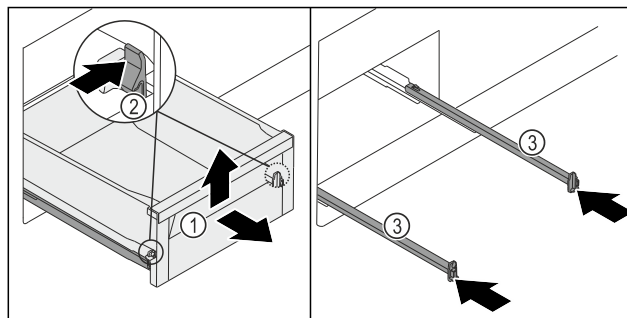

Fig. 128
- Schubfach Fig. 128 (1) bis zum Anschlag herausziehen.
- Klemme Fig. 128 (2) links und rechts gleichzeitig nach innen drücken.
- ▷ Schubfach Fig. 128 (1) löst sich von den Schienen.
- Schubfach Fig. 128 (1) vorne hochheben.
- Schubfach Fig. 128 (1) nach vorne entnehmen.
- Schienen Fig. 128 (3) einschieben.